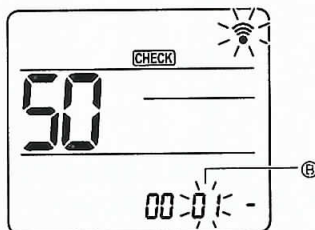

Fig. 6-18
- ③ Wybieranie trybu
Nacisnąć przycisk [↓], aby ustawić numer trybu ⑤. (Fig. 6-18)